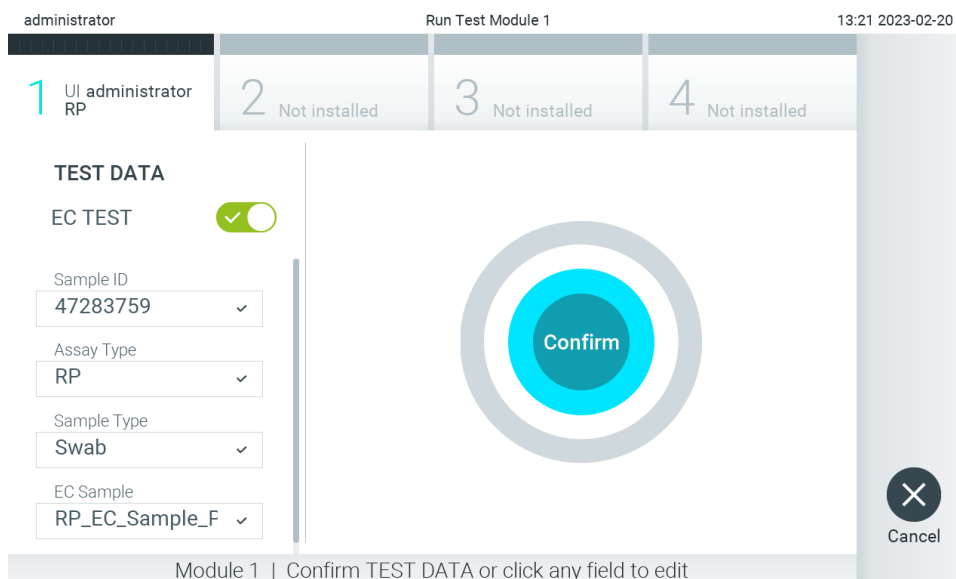

Figura 96. Ecranul Confirm (Confirmare).
7. Va apărea ecranul **Confirm** (Confirmare). Revizuiți datele introduse și faceți modificările necesare apăsând pe câmpurile relevante ale ecranului tactil și editând informațiile (Figura 96).